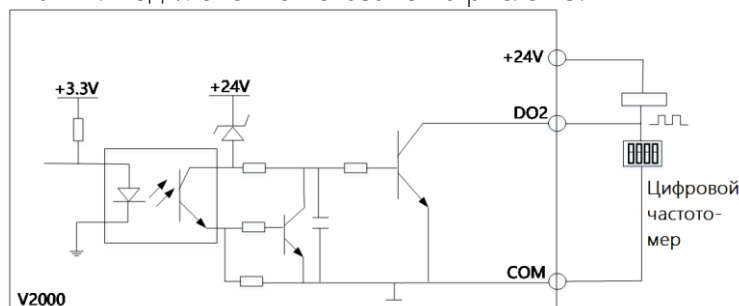

Рис. 3-15 Метод подключения 2 для клемм DO 2
4. Когда DO2 применяется в качестве импульсного выхода, он также может использоваться с включением питания. Подключение показано на рис. 3-15.